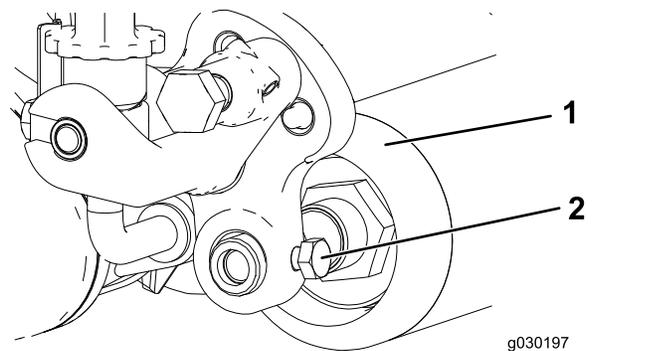

Figure 27
2. Desserrez le boulon qui fixe l'arbre du rouleau au bras de hauteur de coupe (Figure 27).